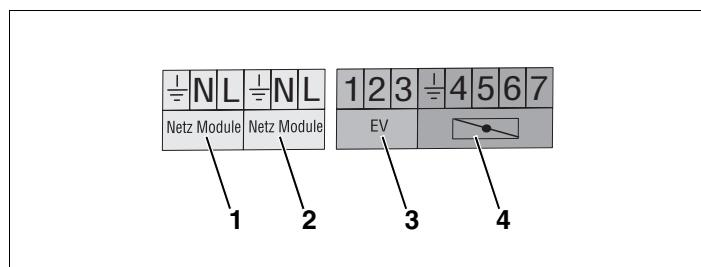
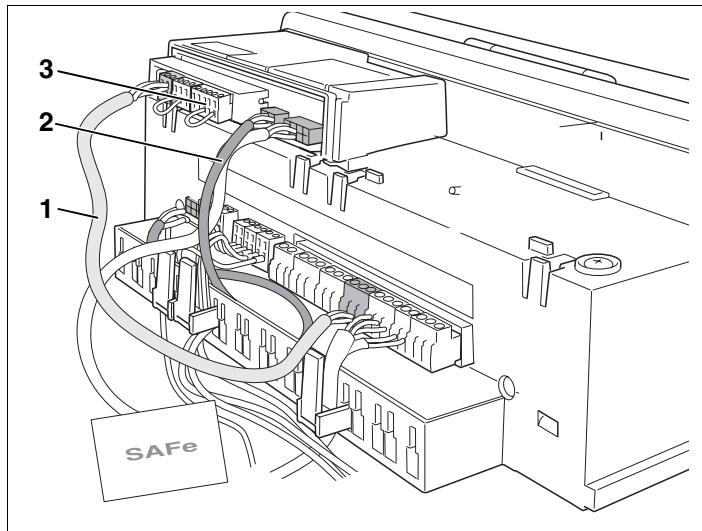
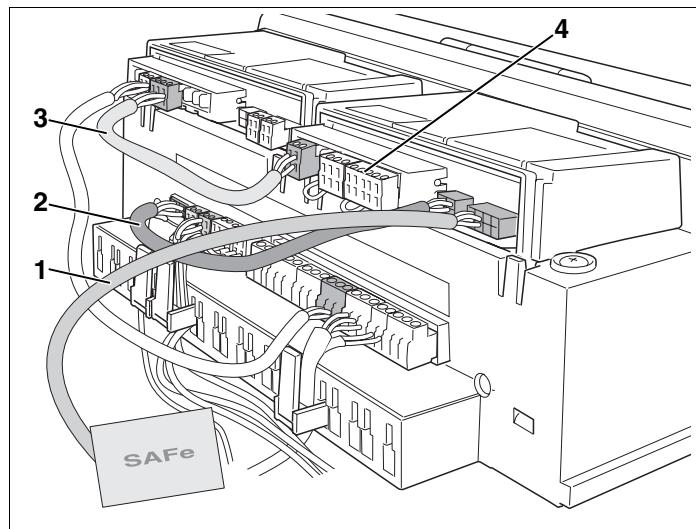

Abb. 2 Anschlüsse 230 V
Abb. 7 Elektrische Anschlüsse für Umschaltmodul UM10 herstellen
Abb. 8 Elektrische Anschlüsse für Umschaltmodul UM10 herstellen
- Busleitung (Abb. 7, **Pos. 2**) in die Steckbuchse in der MC10 einstecken, aus der Sie das SAFe-Kabel vorher abgezogen haben. Das andere Leitungsende in der UM10 einstecken.
- Netzzanschlussleitung (Abb. 7, **Pos. 1**) am UM10 und der MC10 einstecken.
- Weitere Komponenten mit den Klemmen (Abb. 7, **Pos. 3**) des Umschaltmodules nach Anschlussplan verdrahten (siehe auch Abb. 2, Seite 6).
- SAFe-Kabel (Abb. 8, **Pos. 1**) von der MC10 abziehen und in die Steckbuchse des UM10 einstecken.
- Busleitung (Abb. 8, **Pos. 2**) in den Stecker in der MC10 einstecken, aus dem Sie das SAFe-Kabel vorher abgezogen haben. Das andere Leitungsende in der UM10 einstecken.
- Netzanschlussleitung (Abb. 8, **Pos. 3**) vom ersten Funktionsmodul in die Klemmen des UM10 einstecken.
- Weitere Komponenten mit den Klemmen (Abb. 8, **Pos. 4**) des Umschaltmodules nach Anschlussplan verdrahten (siehe auch Abb. 2, Seite 6).
Mit dem Funktionstest kann der Ausgang des UM10 (Klemme 5) über die Bedienheit RC35 angesteuert werden. Die Klemmenbezeichnungen beziehen sich auf die in Abb. 2, Seite 6 gezeigten Klemmen.